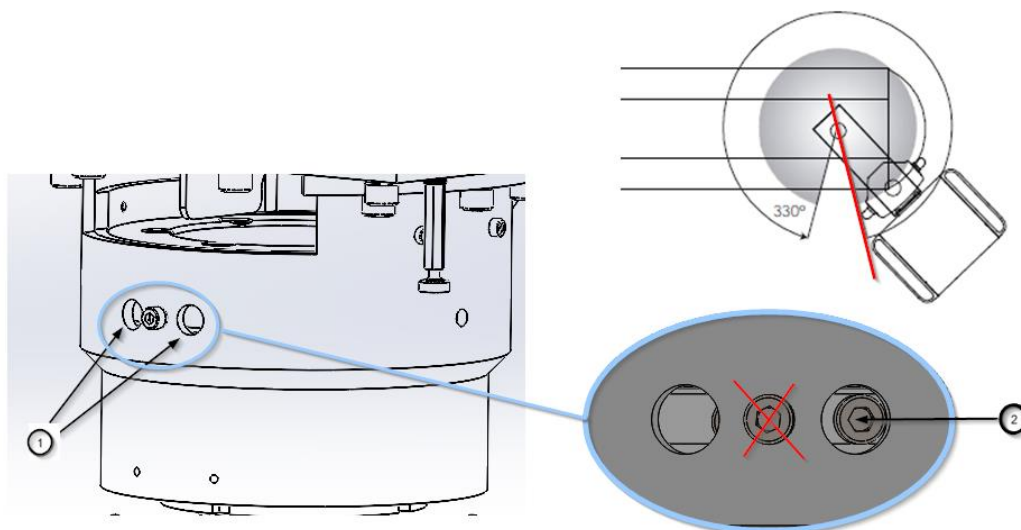

Fig.11 Schéma de principe du contrôle de la rotation
- Amenez la colonne à la nouvelle position maximale souhaitée en laissant un espace suffisant (l'espace d'un poing) comme indiqué dans la figure 11.